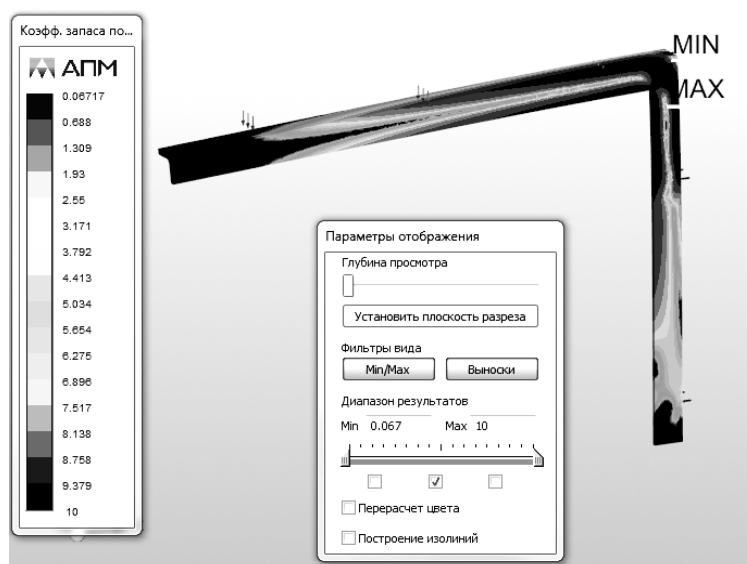

Рис. 16.15. Коэффициент запаса по прочности
- коэффициент запаса по прочности (рис. 16.15).